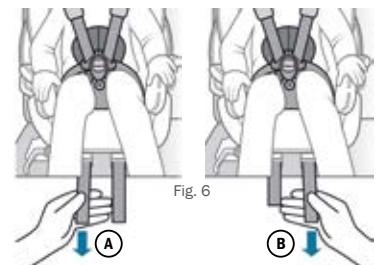
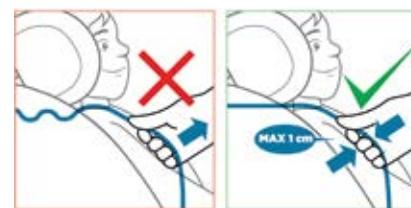

Fig. 6
Fig. 7
- Serrez ensuite les sangles A et B (Fig. 6) pour fixer la ceinture à 5 points. Assurez-vous qu'il n'y a pas plus de 1 cm de jeu entre votre enfant et les sangles d'épaules (Fig. 7).